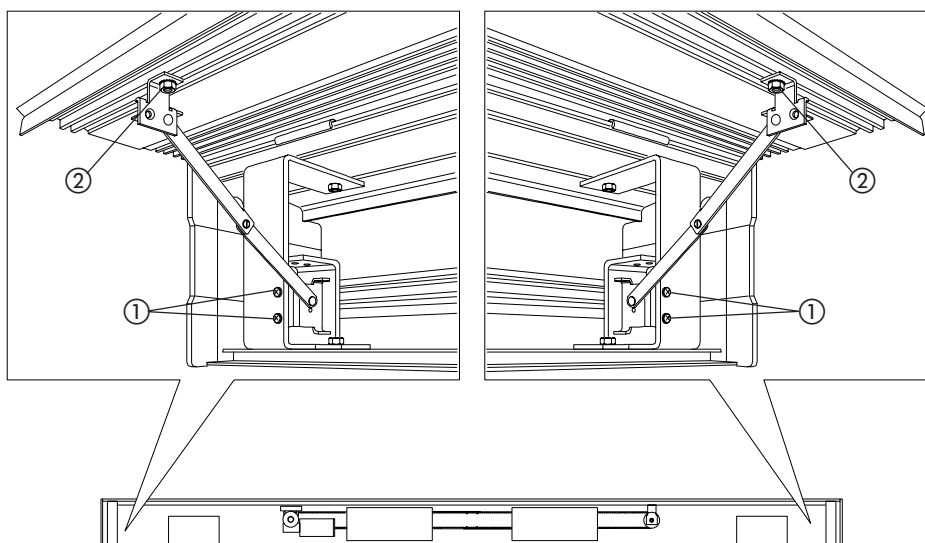

Abb. 81
Die beiden Hebel zur Halterung der Abdeckung an den äußersten Haltebügeln der Abdeckung mit Hilfe der 4 mitgelieferten Schrauben befestigen (Abb. 81 Bez. ①). Die beiden Haltehebel an den beiden äußersten, zuvor vorbereiteten Zugschrauben M5 positionieren (Abb. 76 Bez. A und D) und mit den mitgelieferten Muttern festspannen (Abb. 81 Bez. ②).